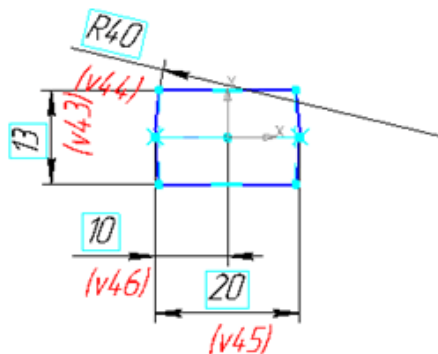

Рис. 11.10. Эскиз7
9. Выберите Плоскость 7, войдите в режим создания эскиза, постройте эскиз 8 согласно рис. 11.10.